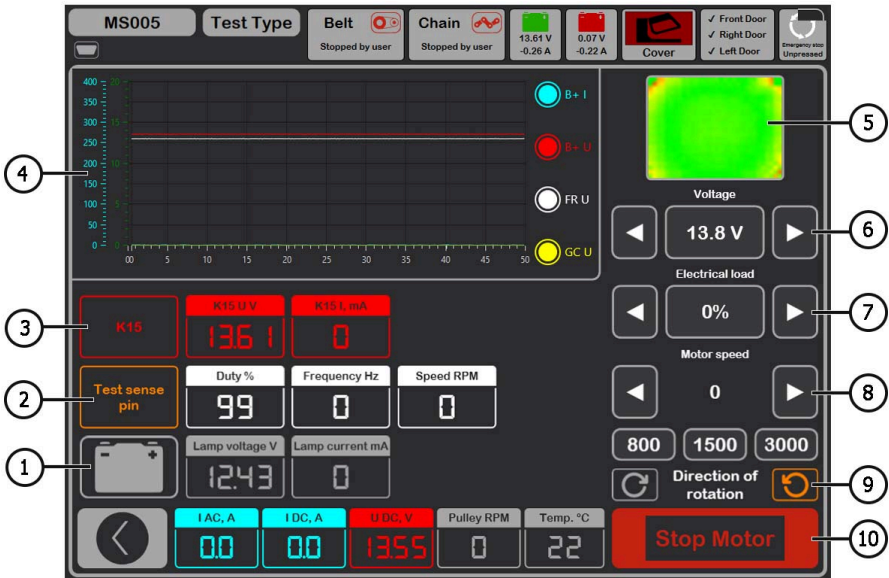

Рисунок 23. Меню режиму перевірки генератора
У режимі діагностики будь-якого типу генератора на екрані може відображатися така інформація (рис. 23):
4.2. Якщо в генераторі передбачено контрольну лампу, то має загорітися індикатор контрольної лампи (див. рис. 23 поз.1).
6.2*. Кнопками керування вихідною напругою (див. рис. 23 поз. 6) плавно змініть вихідну напругу генератора в межах від мінімальної до максимальної, вимірювана напруга має змінюватися пропорційно.